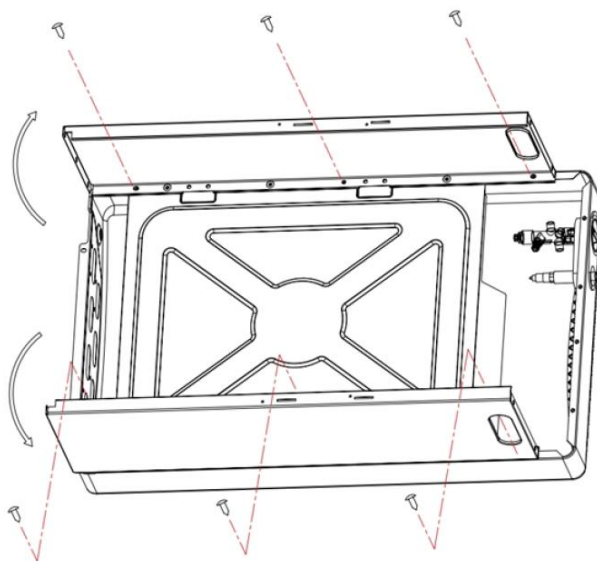

Рисунок 1
1. Положите лицевую панель прибора на пол, как показано на рисунке 1. Подложите под нее полотенце или любую мягкую ткань, во избежание повреждения. Вставьте левую (1) и правую (3) стенки под углом 90 градусов в лицевую панель прибора.
Используйте 6 винтов 4*8 мм  для присоединения левой и правой стенок к лицевой панели прибора (6) (см. рисунок 1)